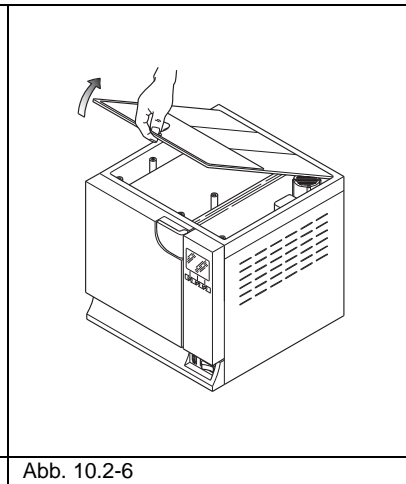
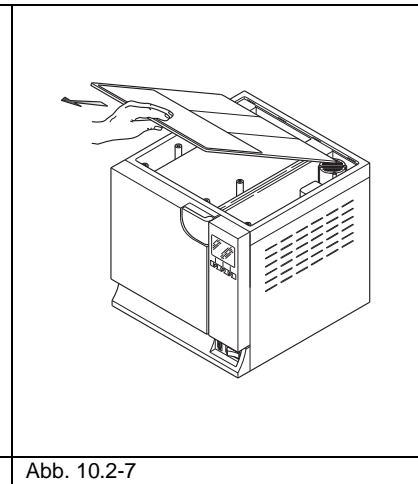

Abb. 10.2-6
Abb. 10.2-7
- Den Deckel um 45° anheben (Abb. 10.2-6) und zu sich ziehen (Abb. 10.2-7).